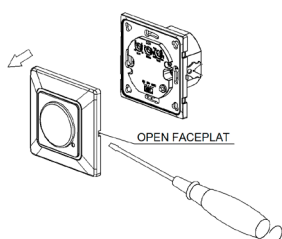

Рисунок 1
- Снимите переднюю крышку, поддев ее плоской отверткой в указанном месте (см. рисунок 1).